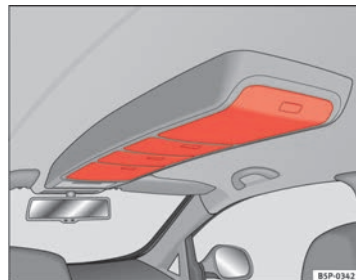

Fig. 106 Vano portaoggetti nel tettuccio
- Per aprire questi vani, premere sul pulsante del coperchio, ⇒ fig. 106. Il coperchio si apre in modo automatico.